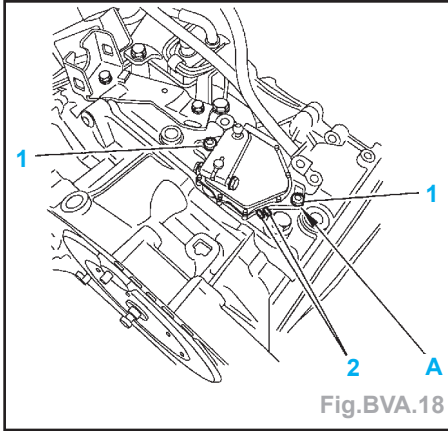

Fig.BVA.18
- Débloquer les vis (1) (Fig.BVA.18).